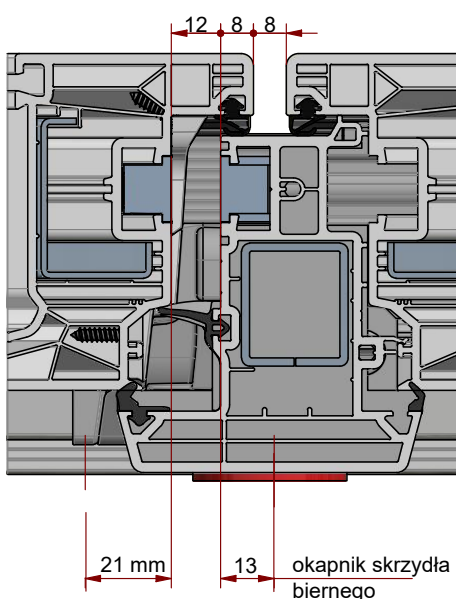

rys. 12
8. Zatyczkę, będącą częścią składową łącznika wciśnij w profil aluminiowy progu opadającego od strony zamykającej w skrzydle biernym. Od strony zawiasowej w skrzydle biernym przy końcówce okapnika GG-EKBDA8761 profil progu opadającego jest odsłonięty (bez zatyczki). Dystans, który jest w komplecie z GG-STK-BDA8531, ma zastosowanie wyłącznie przy profilu słupka nr 9473 (rys. 12)